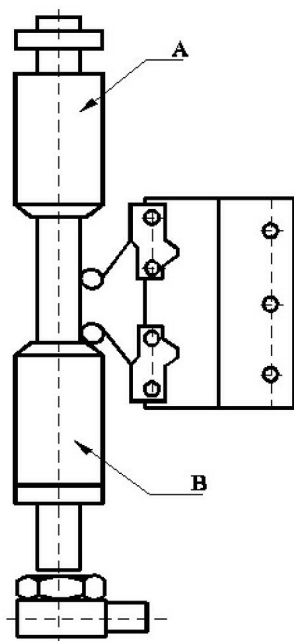

Abb. 19: Verstellung der Hub-Anschläge
Schritt 4: Niederhalter (1, Abb. 19) und Stempel (2) abbauen.